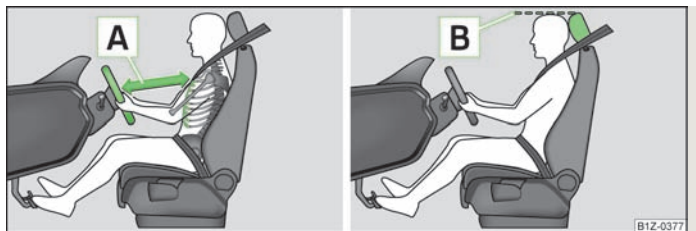

Fig. 93 A distância correcta do condutor ao volante / Ajuste correcto do encosto de cabeça do condutor
- Ajuste o volante, de forma a que a distância **A** » Fig. 93 entre o volante e o esterno seja, no mínimo, de 25 cm.
- Ajuste o encosto de cabeça, de modo a que a parte superior **B** » Fig. 93 do encosto fique, tanto quanto possível, à mesma altura que a parte superior da sua cabeça.